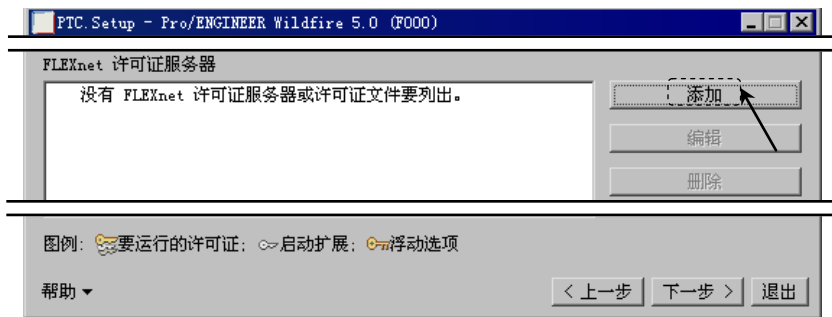
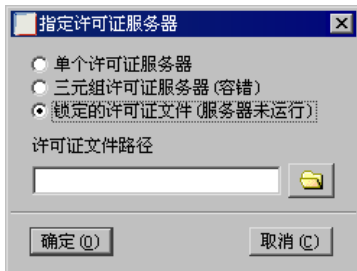

图 2.5.7 指定许可证服务器
图 2.5.8 “指定许可证服务器”对话框
(1) 在该对话框中的 **标准** 区域中选择  **公制** 单选项。
(2) 单击  按钮。
Step8. 此时系统弹出图 2.5.7 所示的对话框，单击  按钮，系统弹出图 2.5.8 所示的“指定许可证服务器”对话框，在该对话框中进行下列操作：